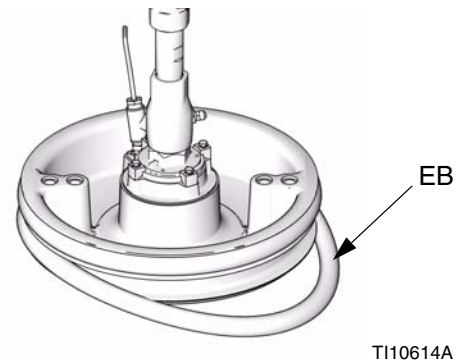

FIG. 18
1. Usando una herramienta de madera o de plástico para evitar dañar el rascador (EB), elimine la suciedad de las ranuras del sello.
2. *Trabajando desde debajo*, incline un rascador (EB) por encima de la trasera del plato seguidor. Vea la FIG. 18.
3. Inserte el rascador (EB) en la ranura superior y haga entrar la parte delantera del rascador en la ranura.
4. *Sólo rascador de 55 galones:* Inserte el segundo rascador (EB) en la ranura inferior y haga entrar la parte delantera del rascador en la ranura.